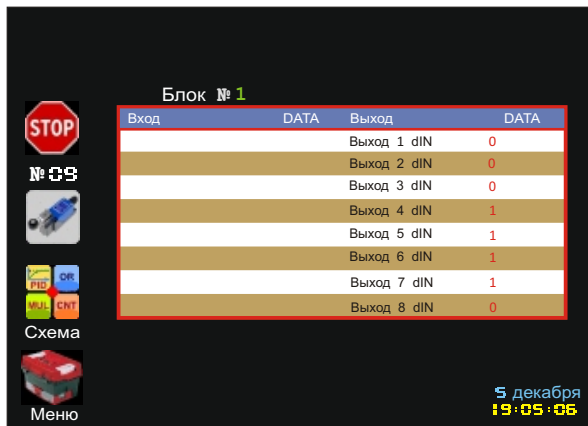

Рис. 29. Меню "Процесс" (Блок "Дискретный ввод")
9.1.13 В меню **Процесс** блок Дискретный ввод представлен в виде таблицы, в которой находится информация о состоянии всех 8-ми выходов блока в данный момент времени (Рис. 29).